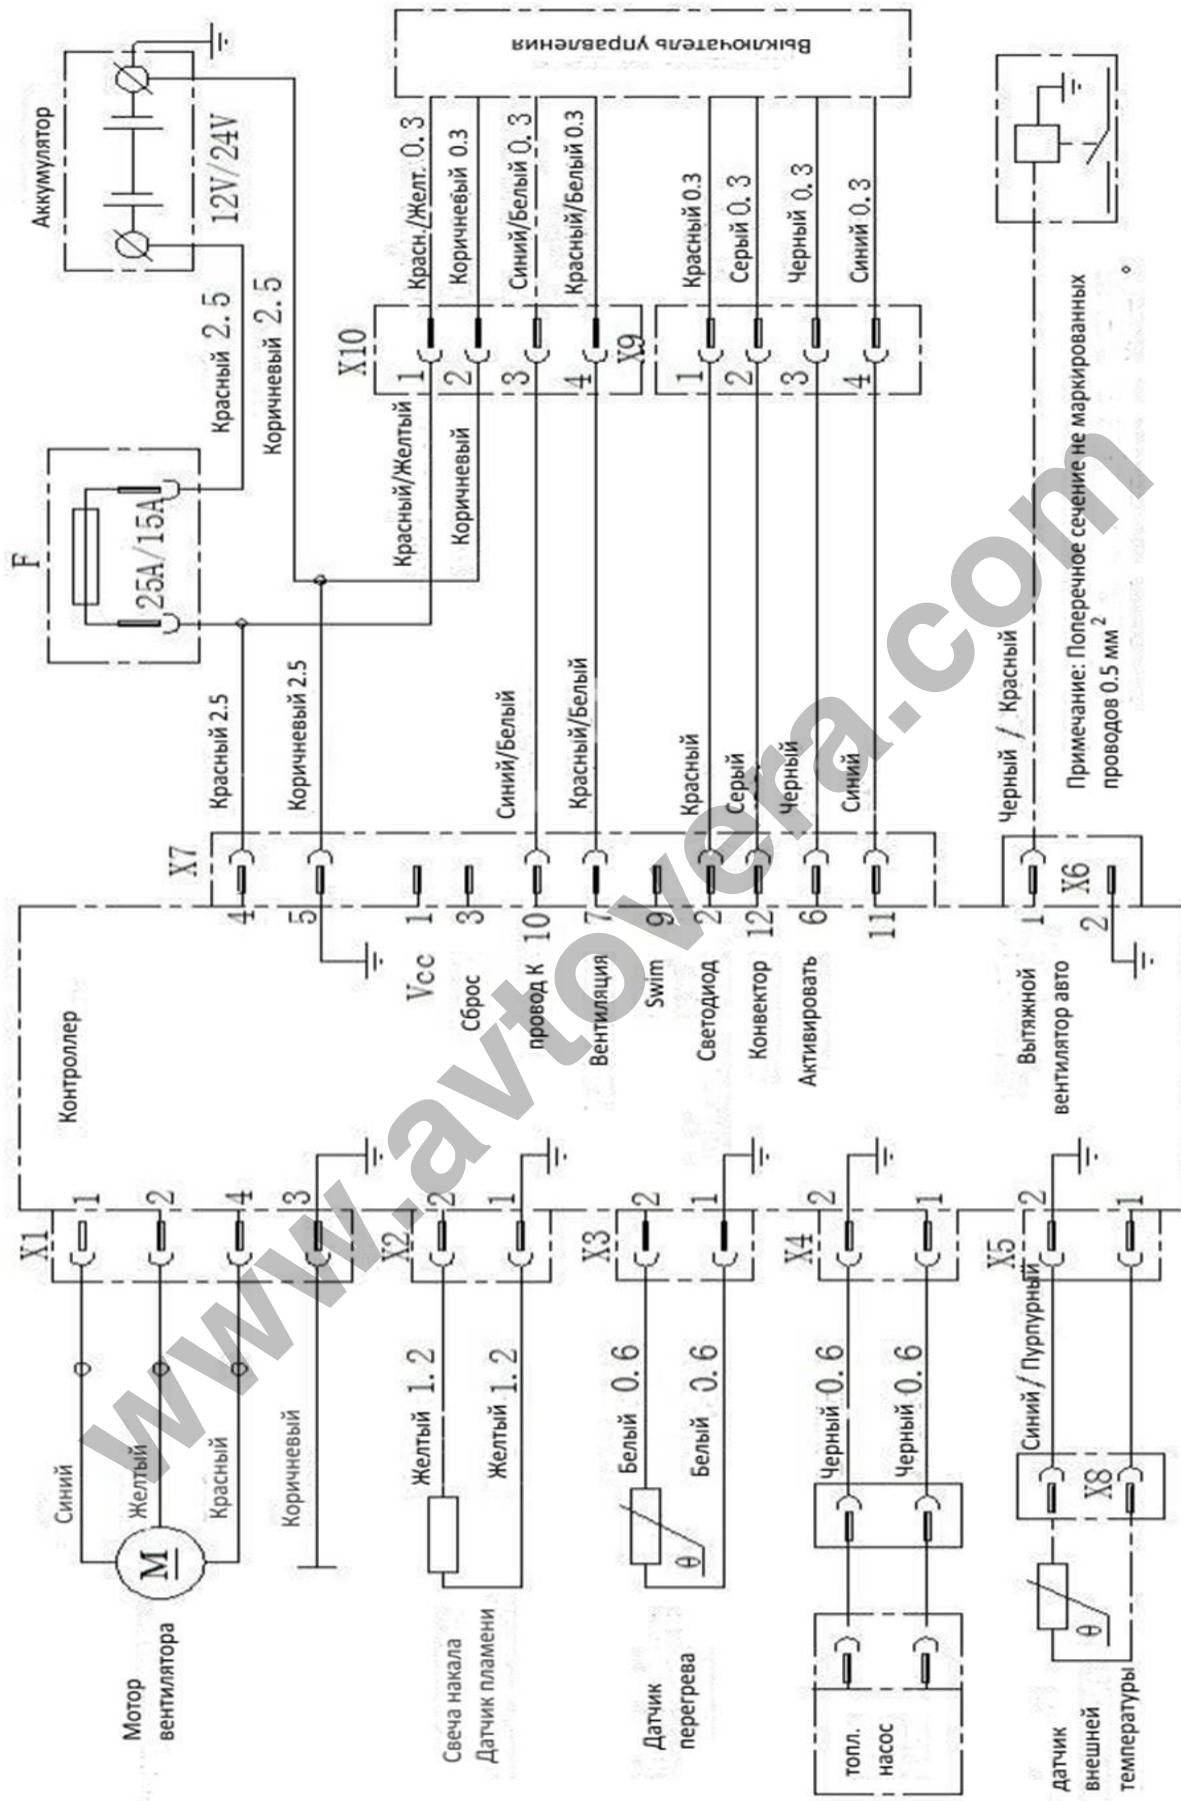

Рис. 20
4.5.1 Электрическая схема отопителя представлена на Рис.20. Провода, предназначенные для соединения с внешними цепями, собраны в два жгута. Они могут быть проложены различными путями и закреплены в соответствующих местах. Расстояния между точками фиксации недолжно превышать 30см.